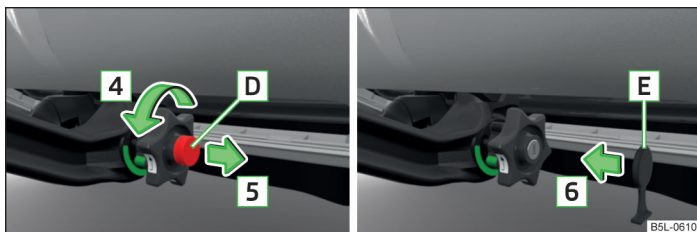

Fig. 130 Desbloquear el cierre y extraer la llave / colocar la tapa del cierre
- Bloquee el cierre de volante girando la llave **D** » fig. 130 hasta el tope en el sentido de la flecha **4** y extraiga la llave en el sentido de la flecha **5**.